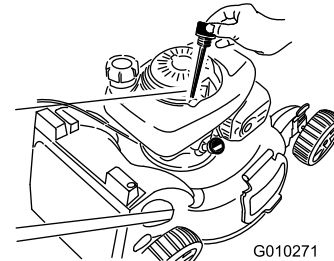

Bild 40
6. Nehmen Sie den Peilstab aus dem Öleinfüllstutzen (Bild 40).